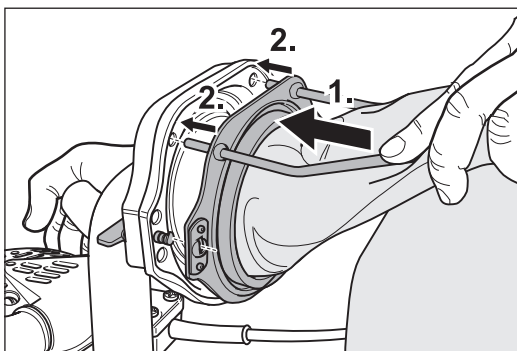

Bild 3 Skjut dampåsen över fastsättningsflänsen (1.) och fixera den med de båda metalltapparna (2.).
- 5 Skjut dampåsens öppning över fastsättningsflänsen vid rörböjens ände (bild 3, 1.). Fixera dampåsen med de båda metalltapparna (bild 3, 2.).